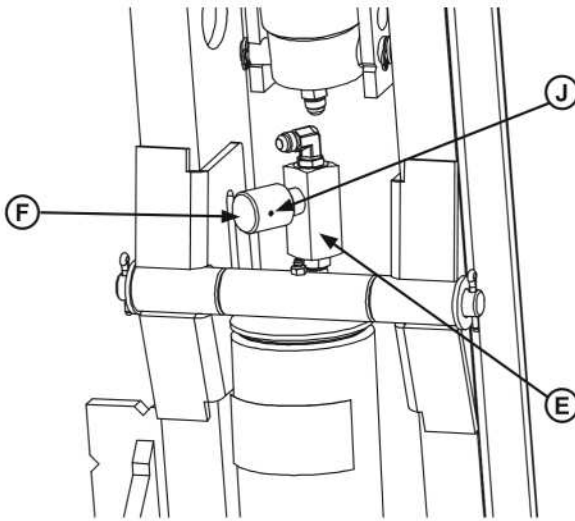
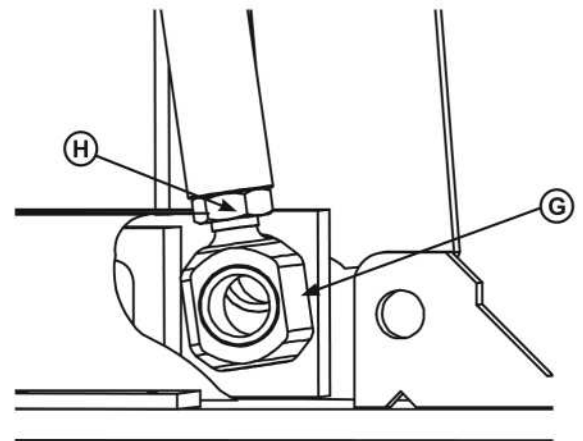

Figura 18
Figura 19
6. Abra completamente la válvula de control de flujo de velocidad descendente (E); para esto, suelte el tornillo de fijación (J) y gire la perilla (F) hacia la izquierda (consulte la **Figura 18**). Registre la cantidad de vueltas y el ajuste original para restablecer el caudal después de la purga.
9. Vuelva a conectar la horquilla del cilindro de elevación (G) a la base del empotramiento o carro con los siguientes pasos:
b. Suelte la contratuerca (H) y ajuste la horquilla (G) de modo que el centro de la horquilla esté a la mitad hacia abajo del centro del orificio del empotramiento (consulte **Figura 19**). Después de ajustar, apriete la contratuerca.
c. Para centrar la horquilla con el empotramiento, toque el botón BAJAR en el panel de control hasta que el pasador del cilindro (D) se deslice fácilmente a través del muñón y la horquilla.